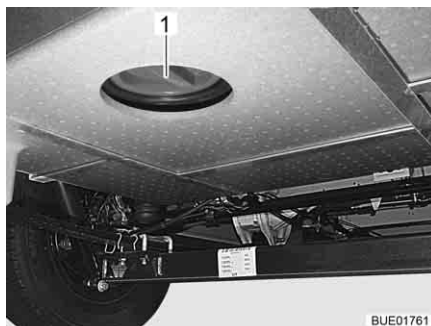

Fig. 259 Apertura per la pulizia sul serbatoio delle acque grigie
- A questo scopo aprire l'apertura per la pulizia (Fig. 259,1) per il serbatoio delle acque grigie e il rubinetto di scarico.